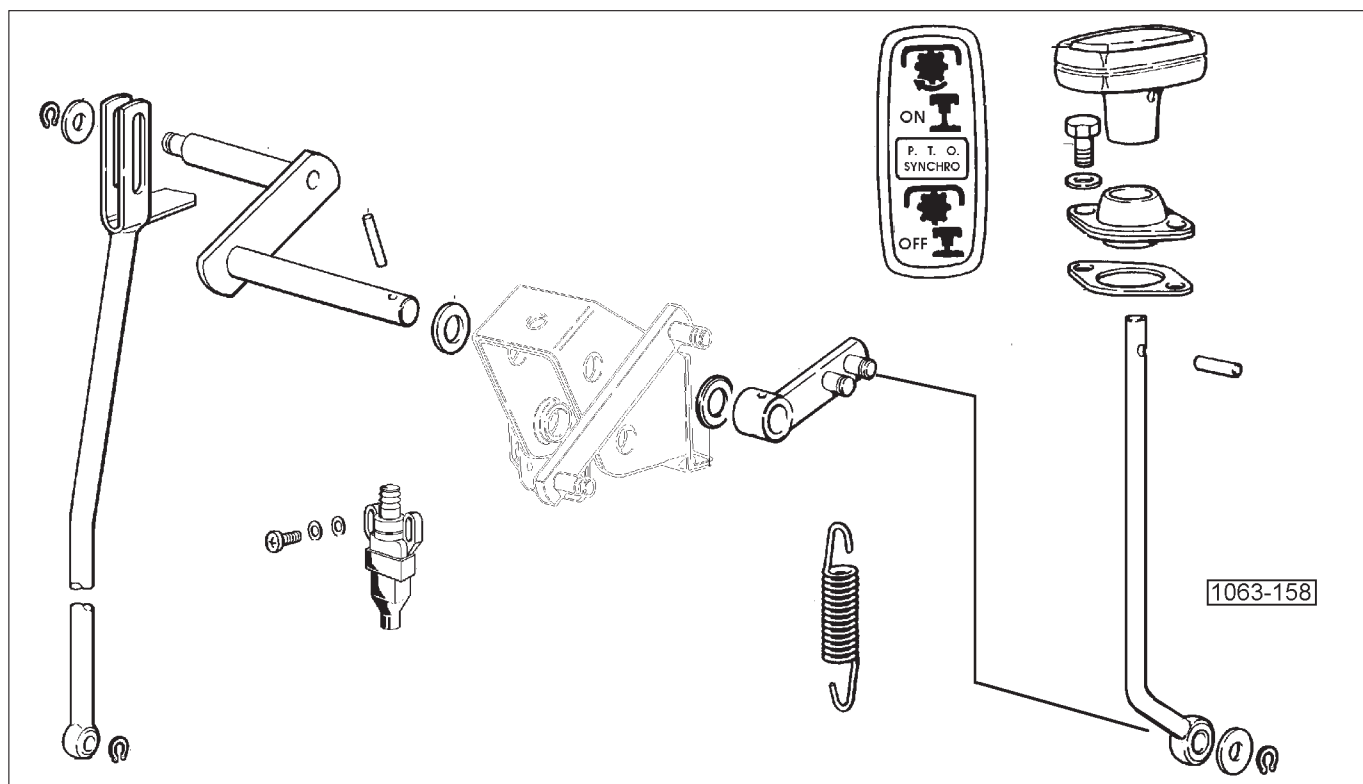

Fig. 7 - Commandes extérieures PDF au régime proportionnel à l'avancement.
- Fig. 7 **Commandes extérieures Pdf au régime proportionnel à l'avancement**